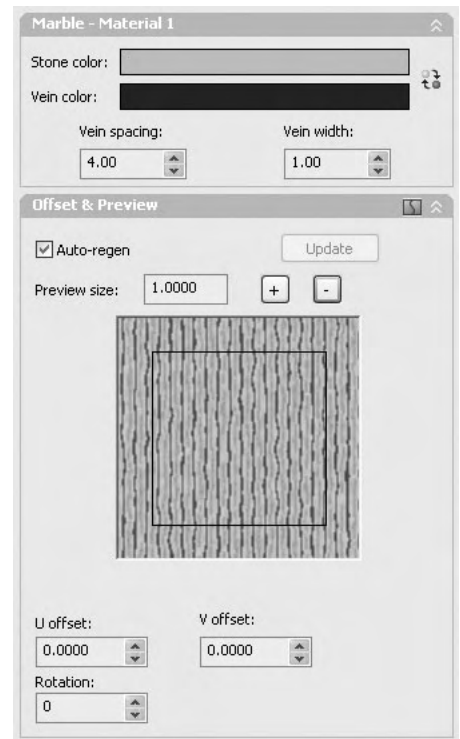

Fig.13.38
- Cliquez sur le bouton **Paramètres du Marbre (Click for Marble settings)** pour obtenir le panneau correspondant (fig.13.38).